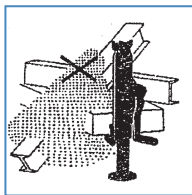

Fig. 4
6. Evitare carichi di materiale alla rinfusa e carichi di cui non si conosca preventivamente il peso (fig. 4)